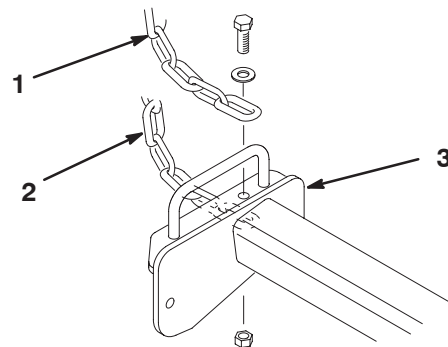

Figure 9
3. Fixez la chaîne de basculement en haut des bâtis porteurs des plateaux de coupe de 27 pouces et en bas des bâtis porteurs des plateaux de coupe de 32 pouces à l'aide d'une vis d'assemblage, d'une rondelle et d'un contre-écrou (Fig. 9).